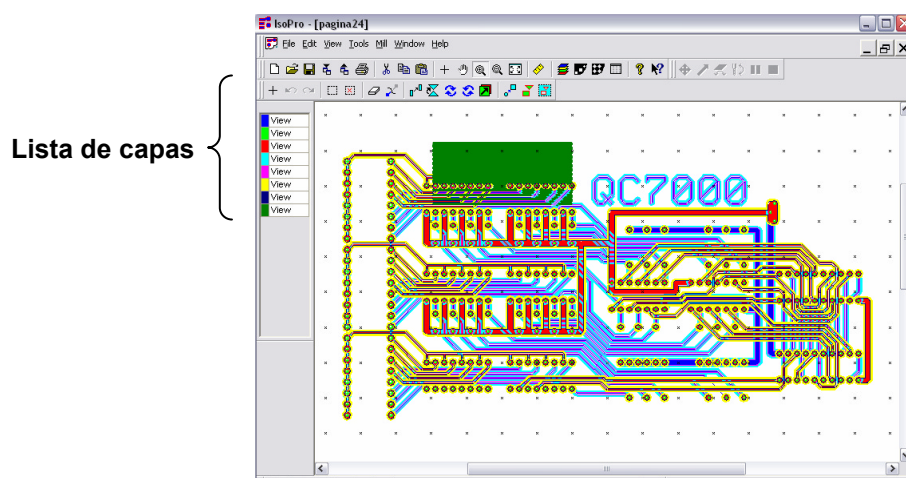

Figura 4.10. Lista de Capas de un Diseño
**Ejemplo:** Si el diseño como el de la figura 4.10 tiene las siguientes capas: